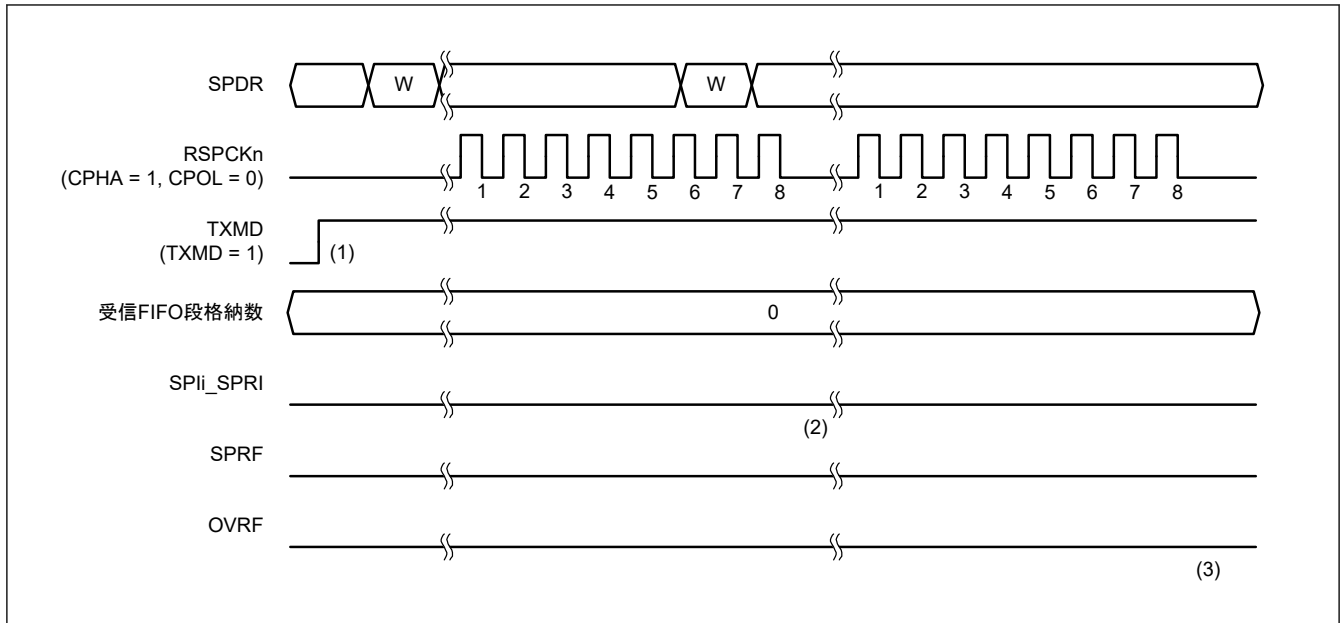

図 33.31 SPCR.TXMD[1:0] = 01b の動作例
図 33.31 に、SPI コントロールレジスタ (SPCR) の通信モード選択ビット (TXMD[1:0]) を 01b に設定した場合の動作例を示します。この例では、SPDCR2.TTRG が 0、SPDCR2.RTRG が 0、SPCMDm.CPHA ビットが 1、SPCMDm.CPOL ビットが 0 の設定で、SPI が 8 ビットのシリアル転送を実行しています。RSPCKn 波形の下に記載した数字は RSPCK サイクル数 (= 転送ビット数) を示しています。
以下に、図 33.31 の (1)~(3) に示したタイミングでのフラグの動作内容を説明します。